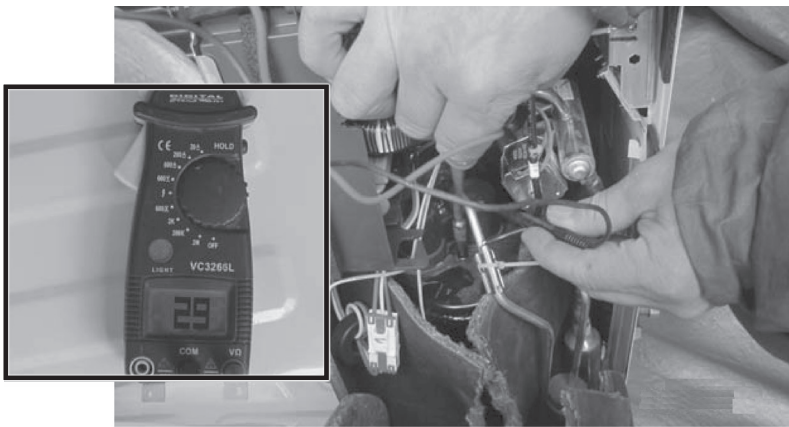

图 6-22 测量压缩机启动电流
2) 用万用表电流档测量压缩机启动时电流为29A,如图6-22所示,同时“嗡嗡”响。